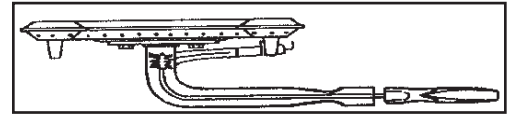

Fig. 7
3. Limpie el tubos de venturi con un limpiador de tubo o venturi que limpian instrumento. (Fig. 7)